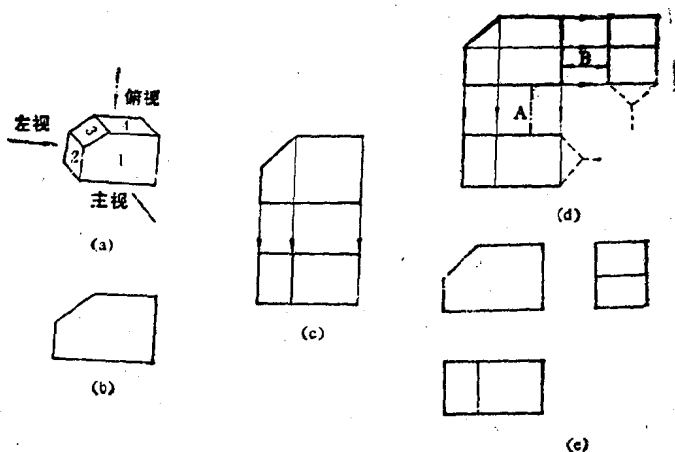

图 1-7 确定三视图投影方向
例：画出图 1-7 (a)所示物体的三视图。
1.画主视图 按主视图的投影方向，从前往后看，物体上的平面 1 是平行于正面的，主视图反映平面 1 的实形。而平面 2、3、4 都垂直于正面，积聚为直线，与平面 1 的轮廓重合。所以物体的主视图就是平面 1 的轮廓形状。如图 1-7 (b)。
2.画俯视图 从上往下看，平面 4 与水平面平行，平面 1、2 垂直于水平面，积聚为直线。平面 3 是倾斜于水平面的。俯视时，斜面长度看起来要短一些。如图 1-7 (c) 所示。
主、左视图高平齐的对应关系和俯、左视图宽相等的关系，可绘出左视图，如图 1-7 (d)。